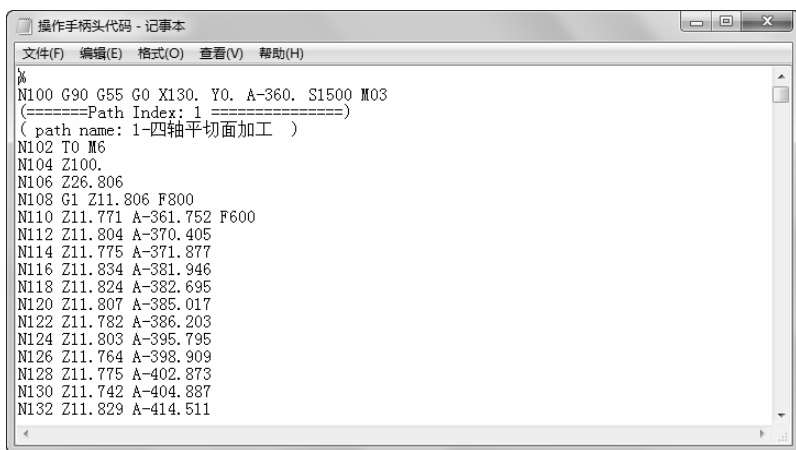

图 4-18 生成的 G 代码
3) 单击“生成后置代码”对话框的“确定”按钮后,按系统提示分别拾取粗加工轨迹,单击鼠标右键确定,系统自动弹出数控程序,如图 4-18 所示。